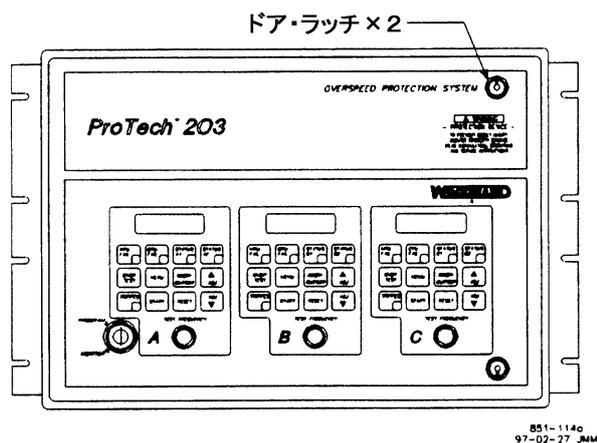

図 6-1. ProTech203 の正面パネル
2. 正面のドアを開けるには、2つのドア・ラッチを(反時計回り)に回してください。(図 6-1 を参照)